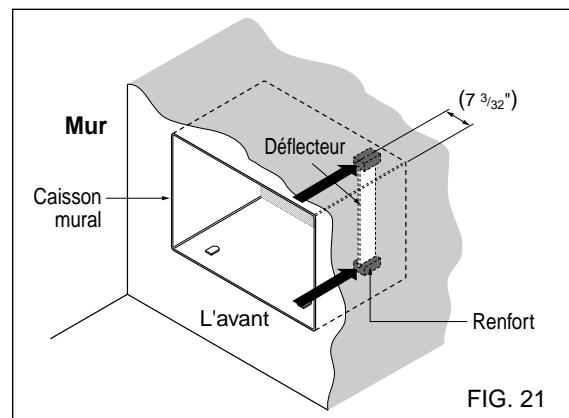

FIG. 21
- 6** Ôtez la protection des renforts et collez-les à l'intérieur du caisson mural, comme le montre Fig 21. Insérez le déflecteur dans la rainure des renforts.